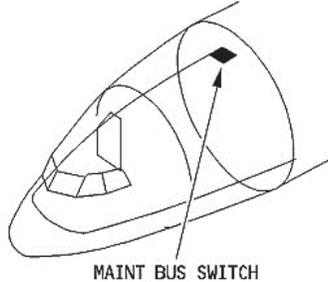

Рис. 1.6. Расположение выключателя MAINT BUS.
1.3.2. На потолке перед входом в кабину (рис.1.6.) размещена панель автоматов защиты сети (Circuit breaker panel 5001VE), на которой установлен выключатель MAINT BUS (MAINTenance BUS).